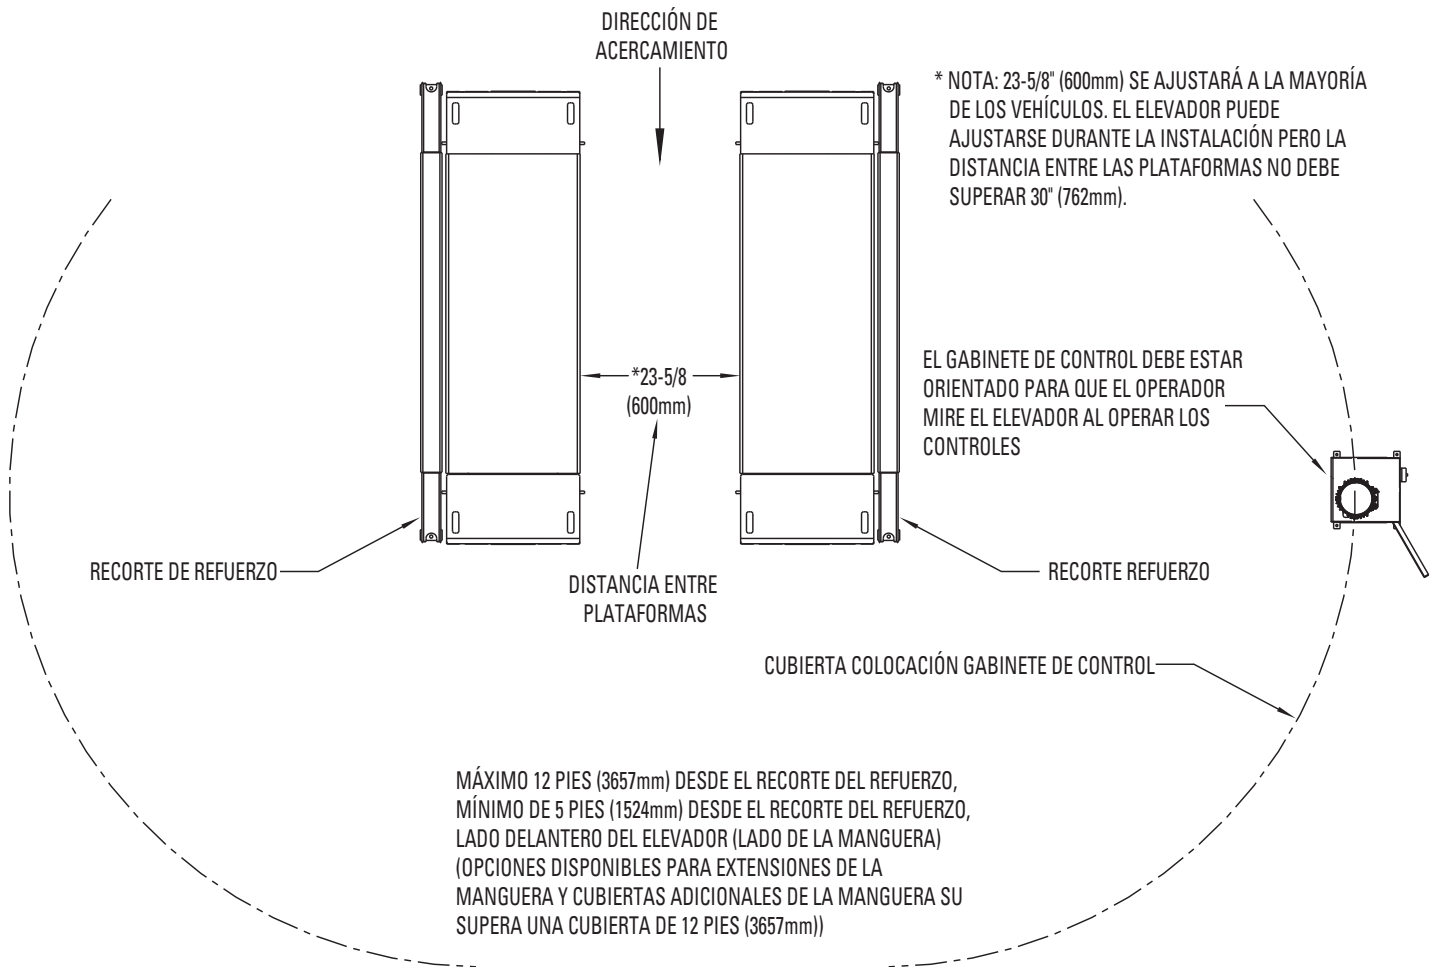

Fig. 3
Coloque el gabinete de control en la ubicación aproximada (sin anclar), Fig. 3. Reubicar el gabinete de control más lejos que la distancia estándar requerirá que el instalador proporcione mangueras hidráulicas apropiadas. También se necesitarán cubiertas adicionales para mangueras si instala el gabinete de control a una distancia mayor a las distancias estándar en las configuraciones de montaje en superficie. Las mangueras hidráulicas deben tener un diámetro interno mínimo de 1/4" con una
Coloque las plataformas y el gabinete de control como se muestra en la Fig. 3 para la aplicación de montaje en superficie o al ras.
NO ancle los componentes en este momento. El gabinete de control debe ubicarse en el extremo opuesto del acercamiento de vehículos, como se muestra en la Fig. 3. El operador debe estar en una posición como para advertir la falta de alineación de las almohadillas de elevación o el vehículo durante la operación. Rotary Lift no recomienda colocar el gabinete de control en una orientación de ubicación diferente y hacerlo será responsabilidad del instalador y/o el usuario final.
1. El gabinete de control incluye tres cubiertas removibles para el tendido de la línea hidráulica y de aire, Fig. 3.
2. Tienda las líneas neumáticas aire al panel del gabinete de control según lo desee. Vea la Fig. 3, Fig. 3a y Fig. 3b.